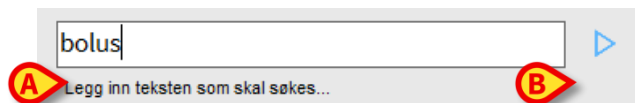

Fig. 28
- Legg inn teksten som skal søkes i utskriftsrapporten i vinduet (Fig. 28 **A**).
- Klikk på -knappen (Fig. 28 **B**).